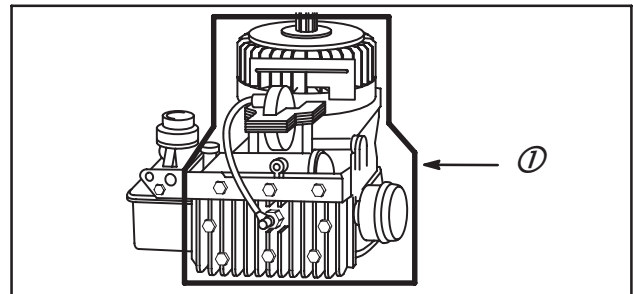

Fig. 5
Des particules d'herbe, de paille ou de poussière peuvent obstruer le système de refroidissement. Une utilisation prolongée avec un système de refroidissement bouché peut occasionner de très sérieuses surchauffes et endommager le moteur. Les Figures 5 (Modèle à vilebrequin vertical) et 6 (Modèle à vilebrequin horizontal) montrent le carter de ventilation déposé et les endroits à nettoyer (1). Ceci devrait être une opération de maintenance régulière, effectuée tous les ans ou toutes les 100 heures de fonctionnement, selon le cas. Nettoyer plus souvent si nécessaire.